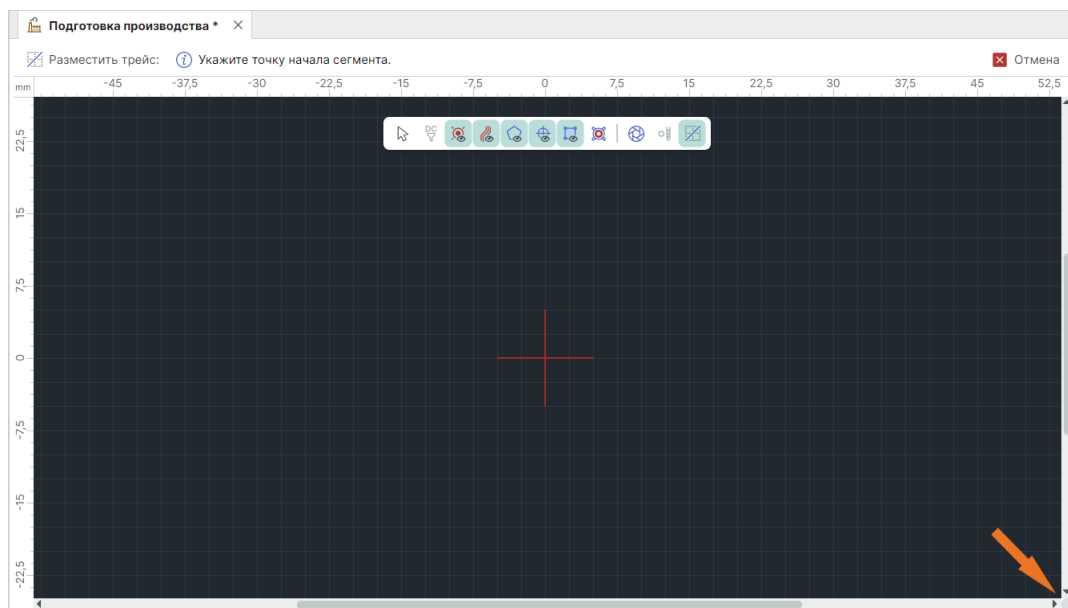

Рис. 360 Переход к вводу координат курсора мыши
2. Нажмите на круг, расположенный в правом нижнем углу окна графического редактора («Ctrl+Space»), см. Рис. 360.